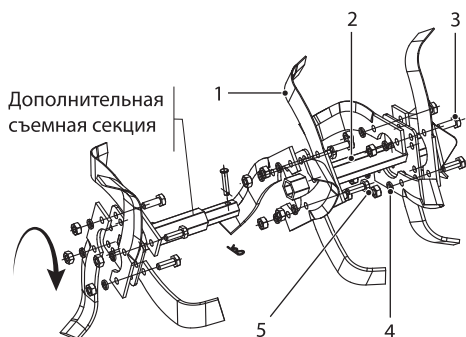
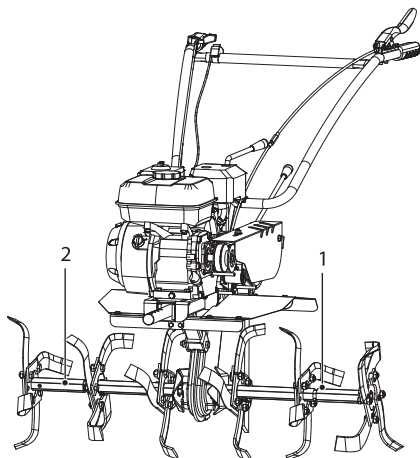

Рис. 10
Рис. 11
Для работы мотоблока с фрезами их необходимо самостоятельно собрать из прилагаемого комплекта. Схема сборки правой фрезы показана на рис. 10. Фреза разборная, состоит из двух секций: одноручьевая и двухручьевая. Левая собирается зеркально.
Последовательно установите ножи 1 на фланцы 2 оси фрезы (рис. 10) (устанавливайте ножи таким образом, чтобы заточенные поверхности ножей при работе вращались вперед) и надежно закрепите их с помощью болтов 3, шайб 4 и гаек 5. Фрезы необходимо собирать правильно, т.е. каждый последующий набор ножей (ручей) должен идти со смещением на 30°, образуя пространственную спираль. Данная схема позволяет равномерно распределять нагрузку на двигатель при вращении вала. Левая (1) и правая (2) фреза собирается симметрично относительно друг друга (рис. 11).